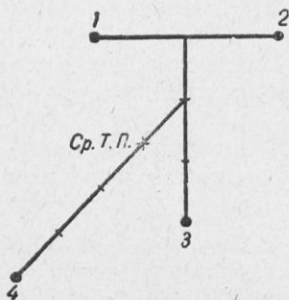

Рис. 52.
**Примечание.** Для определения средней точки попадания по четырем пробоям соединить прямой линией две какие-либо пробоины и расстояние между ними разделить пополам; полученную точку соединить с третьей пробоиной и расстояние между ними разделить на три равные части; точку, ближайшую к двум первым пробоинам, соединить с четвертой пробоиной и расстояние между ними разделить на четыре равные части. Точка, отстоящая на три деления от четвертой пробоины, и будет средней точкой попадания (рис. 52). При симметричном расположении пробоин среднюю точку попадания можно определить одним из следующих способов: а) рядом лежащие пробоины соединить попарно, середины обеих прямых снова соединить и полученную линию разделить пополам; точка деления и будет средней точкой попадания (рис. 53); б) пробоины соединить попарно крест-накрест прямыми линиями; пересечение этих линий будет средней точкой попадания (рис. 54).